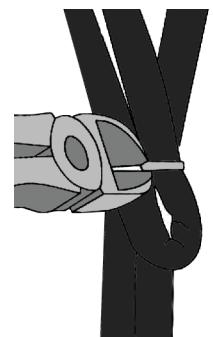

Figure 4
- Coupez l'attache à tête d'équerre pour que les câbles soient libres de bouger et puissent être remplacés (Voir figure 4).